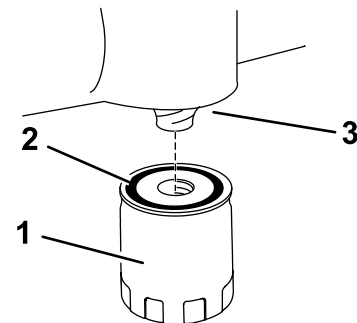

Bild 30
14. Drehen Sie den Ersatzölfilter auf das Befestigungspolster auf. Drehen Sie den Ölfilter nach rechts, bis die Gummidichtung den Anbaustutzen berührt. Ziehen Sie ihn dann um eine weitere 2/3 bis eine volle Umdrehung fest (Bild 30).